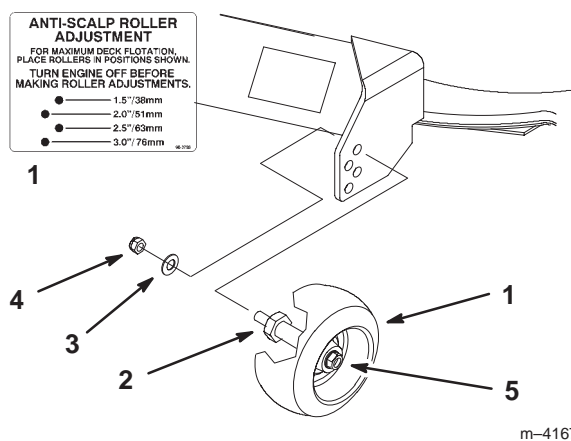

Figure 22
2. Lorsque la hauteur de coupe est réglée, enlevez l'écrou et la rondelle tout en maintenant le goujon avec une clé (Fig. 22).
Remarque : N'enlevez pas l'écrou et la rondelle de la roue (Fig. 22).
3. Choisissez le trou pour que la roue de jauge se trouve le plus près possible de la hauteur de coupe correspondante voulue (Fig. 22).
4. Remettez l'écrou à collerette et la rondelle élastique. Serrez à 54,2–61,0 Nm (Fig. 22).